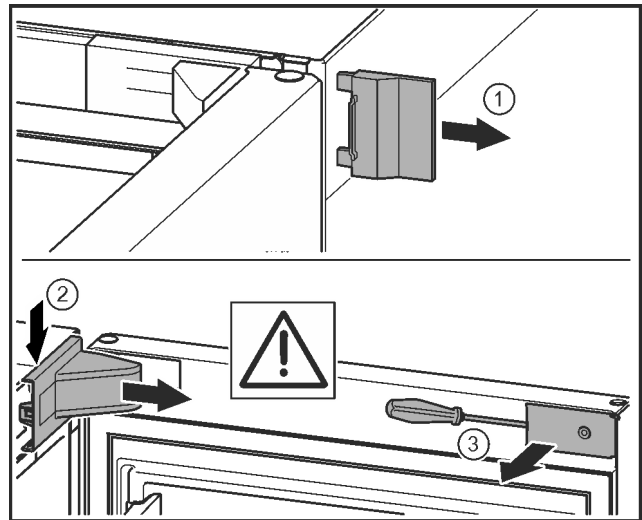

Fig. 21*
- ▶ Снять внешнюю крышку. Fig. 21 (1)
- ▶ При помощи отвертки освободить крышку опорного кронштейна и отсоединить. Снять крышку опорного кронштейна. Fig. 21 (2)
- ▶ Шлицевой отверткой вывести накладку из зацепления и отвести в сторону. Fig. 21 (3)